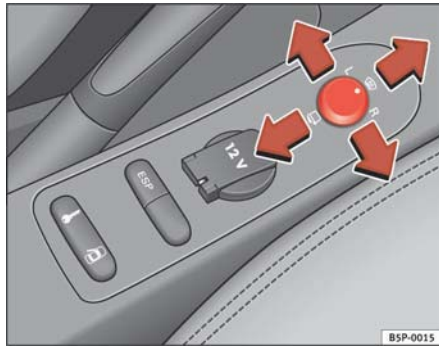

Fig. 82 Mando de los retrovisores exteriores
1. En primer lugar, gire el mando ⇒ **fig. 82** hasta la posición **L (retrovisor izquierdo)**.
- Gire el mando hacia delante, en la posición central ⇒ **fig. 82** , para que los retrovisores térmicos se calienten y la función de cristal parabrisas calefactable* en la zona de reposo de las escobillas, quede activada.
- Gire el mando ⇒ **fig. 82** hasta la posición  para plegar los retrovisores exteriores. Para evitar daños en el vehículo, debería plegar los retrovisores exteriores siempre que utilice un túnel de lavado automático.